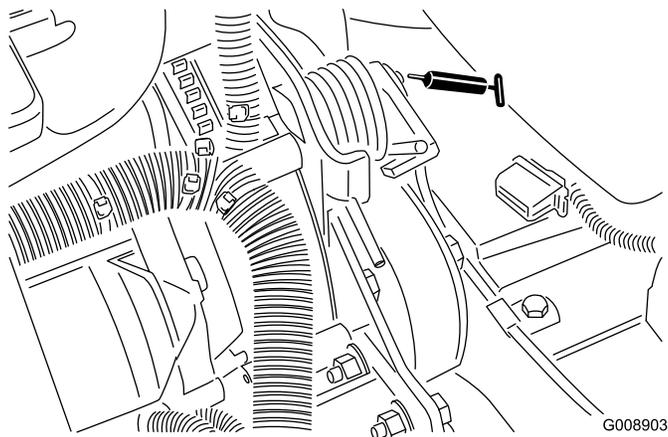

Figure 38
- Pivot de tension de courroie (Figure 38)